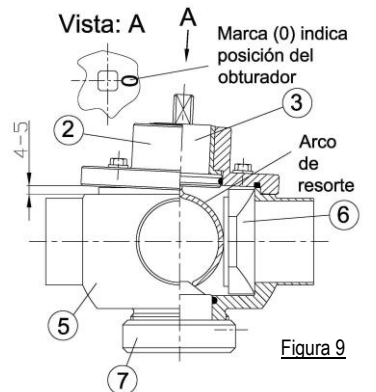

Figura 9
- Insertar el buje (9) en la cubierta de válvula (2).
- Insertar los O-ring (4), (8) y (10).
- Ensamblar el husillo con arco de resorte (3) con la cubierta de válvula (2). Tener en cuenta la marca (0) en la pieza cuadrada del husillo (3) → indica la posición del obturador (6) (véase Figura 9).
- Insertar el obturador (6) en el alojamiento de la válvula (5).
- Montar el husillo con arco de resorte (3) junto con la cubierta de válvula (2) sobre el alojamiento de la válvula (5), como sigue
- El arco de resorte del husillo (3) está diseñado para ejercer una presión definida sobre el obturador (6) durante el montaje. Debido al pretensado del arco, la cubierta de válvula (2) dista del alojamiento de la válvula (5) aproximadamente 4-5mm en el lado opuesto del obturador (véase Figura 9).
- Para no dañar el obturador (6), hay que posicionarlo indicando hacia la pared dorsal, y nunca contra una salida de válvula al montarlo en el alojamiento de la válvula (5).**
- Fijar la maneta (1) en la posición requerida.